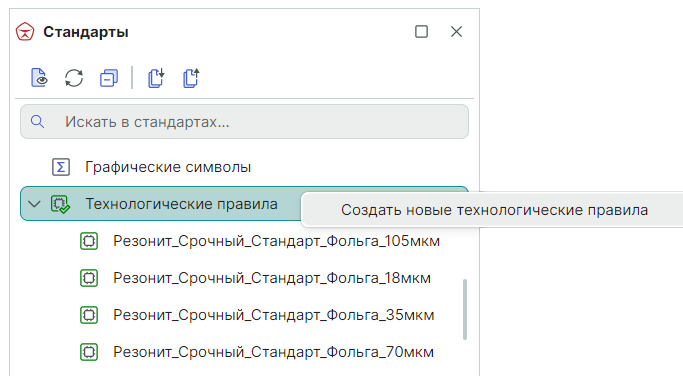

Рис. 145 Создание нового шаблона технологических правил
2. Вызовите контекстное меню для узла и выберите команду «Создать новые технологические правила», см. Рис. 145.